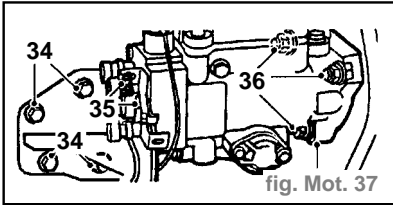

fig. Mot. 37
- Enlever 4 boulons (34) maintenant le support de soutien de pompe d'injection sur le moteur (fig. Mot. 37).
- Enlever 2 boulons (35) maintenant le support de soutien sur la pompe d'injection et mettre le support sur le côté.
- Enlever 3 écrous (36) maintenant la pompe d'injection sur la plaque de Silent-bloc de boîte de vitesses.